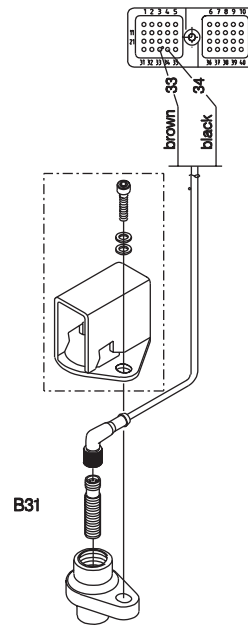

Fig. 1.
1. TJ 3000 eller Timbermatic™ 300 (fig. 1)